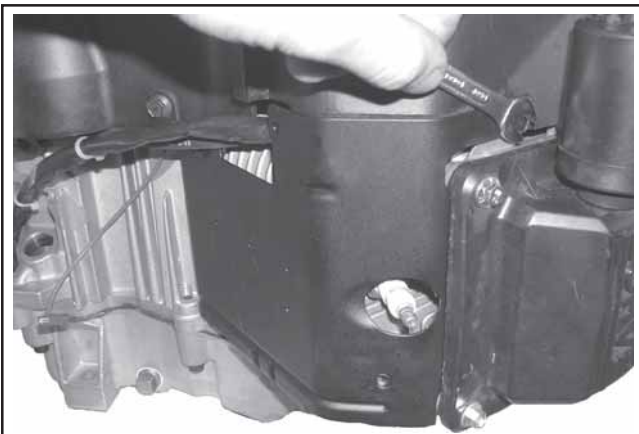

Figure 9-23. Dépose des chicanes externes.
4. Retirer les chicanes externes. Voir la Figure 9-23.